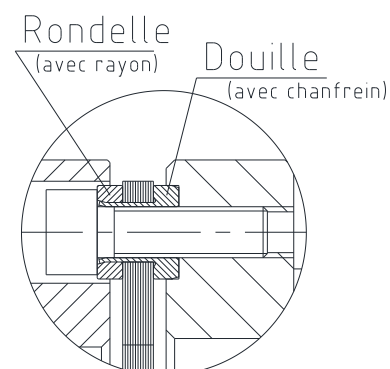

Figure 21 : Montage des paquets de lamelles (douilles cylindriques)
- Insérer le paquet de lamelles dans le moyeu ou dans l'entretoise, comme indiqué dans la figure 21 ou 23.
Il faut absolument veiller à ce que les paquets de lamelles soient montés comme indiqué dans les figures 21 ou 23.